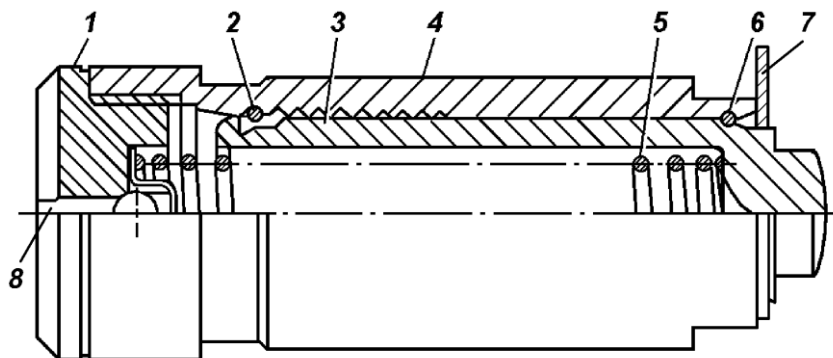

Рис.31. Гидронатяжитель:
**Гидронатяжитель** (рис.31) – стальной, выполнен в виде подобранной по зазору плунжерной пары, состоящей из корпуса 4 и плунжера 3. Гидронатяжитель обеспечивает постоянное натяжение цепи и гашение её колебаний за счет давления масла в системе смазки, и действия пружины плунжерной пары.